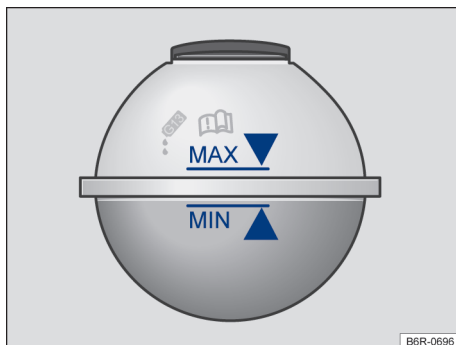

Fig. 147 No compartimento do motor: marcação no reservatório de expansão do líquido de arrefecimento do motor.
- Com o motor frio, verificar o nível do líquido de arrefecimento do motor pela marcação lateral do reservatório → Fig. 147.
- O nível do líquido de arrefecimento do motor deve permanecer dentro da marcação do reservatório → Fig. 147. **Não completar acima da marca “MAX”** → .
- Completar com líquido de arrefecimento do motor somente até a marca “MAX” → Fig. 147. Caso contrário, ao aquecer-se, o líquido excedente será expulso do sistema de arrefecimento do motor e poderá causar danos. ▶